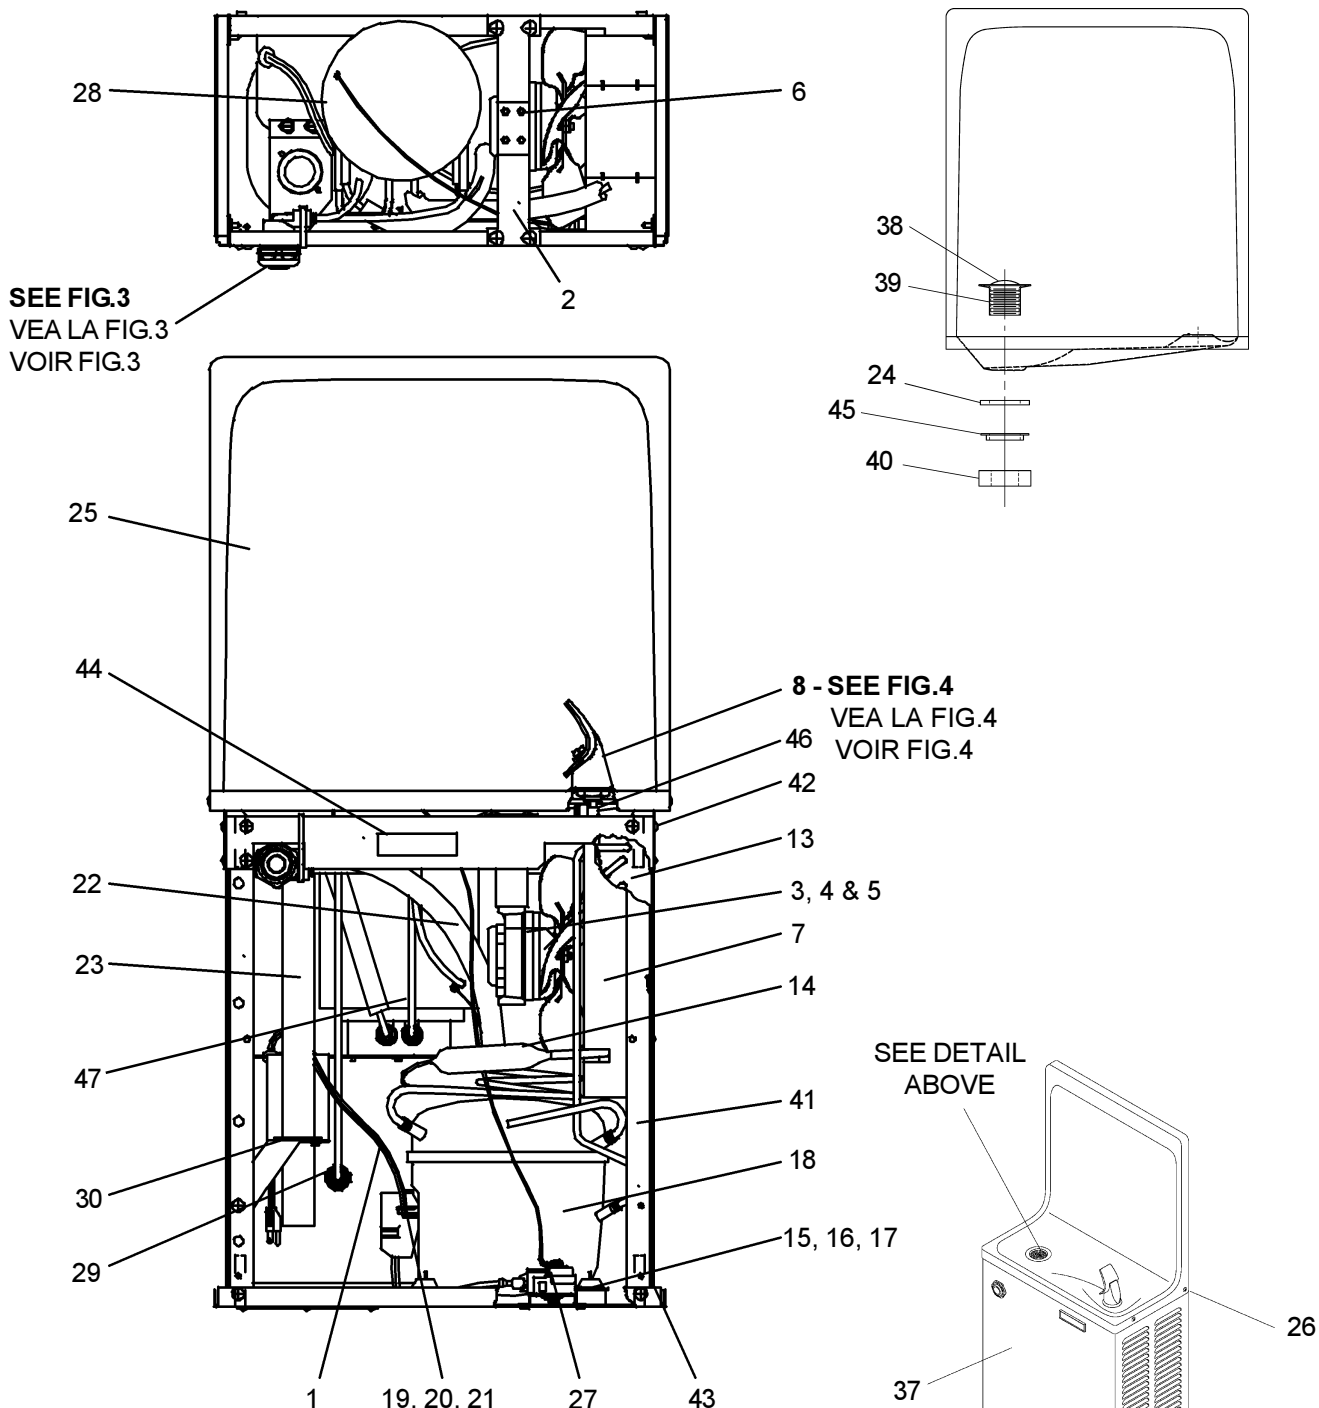

FIG. 1
- 2) Installez les supports et le siphon tel qu'indiqué à la fig. 1.
- Ancrez solidement le support au mur à l'aide des six (6) trous de fixation d'un diam. 1/4 po.